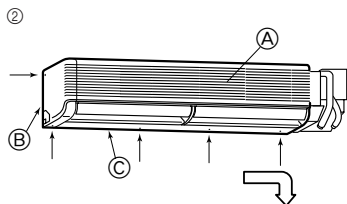

Fig. 3-8
- ② Retirer les cinq vis marquées de flèches sur le diagramme. (Fig. 3-8)
- ③ Déposer le panneau latéral gauche, puis le panneau inférieur.